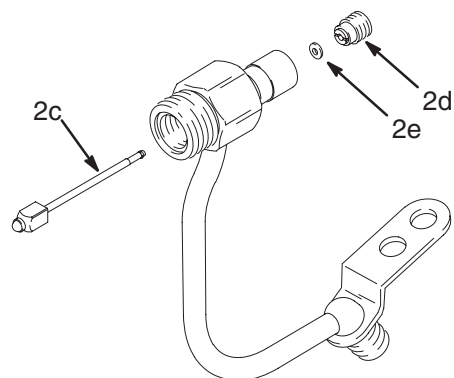

Fig. 12 03974
8. Nålen (2c) fjernes. Pakningsholderen (2d) fjernes og derefter pakningen (2e). Se Fig. 12.